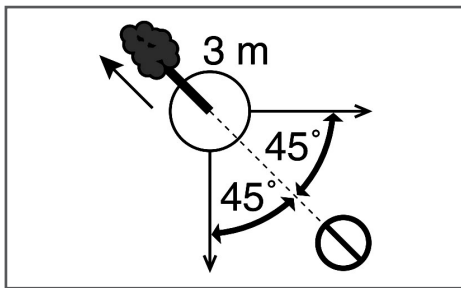

Рис.11 Зона безопасности при валке дерева
7. Обязательно выберите путь к отходу. Путь отхода должен быть направлен по диагонали в сторону, противоположную направлению падения, под углом 45 градусов, и вы должны отойти минимум на 3 метра от ствола, на тот случай, если во время падения комель дерева отскочит в сторону. Зона безопасности (А) должна быть не менее $2 \frac{1}{2}$ высоты дерева (Рис.11).